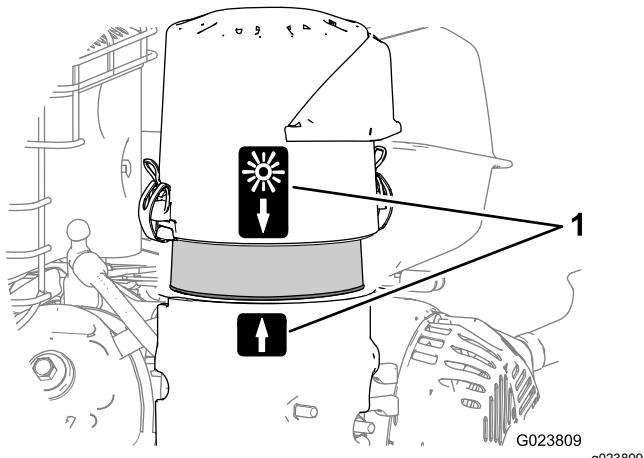

Figure 33
- Alignez la flèche sur le couvercle du filtre à air et la flèche sur la base (Figure 33).